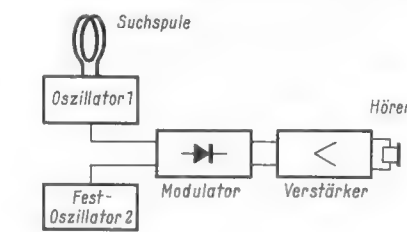

Bild 3. Metallsuchgerät in Überlagerungsschaltung
c) Überlagerungsschaltung (Bild 3)